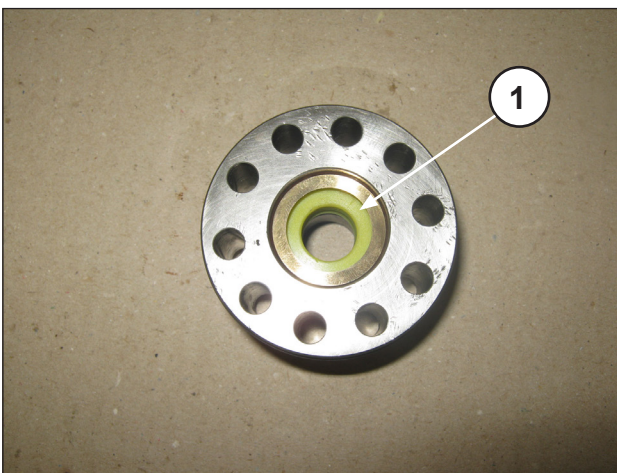
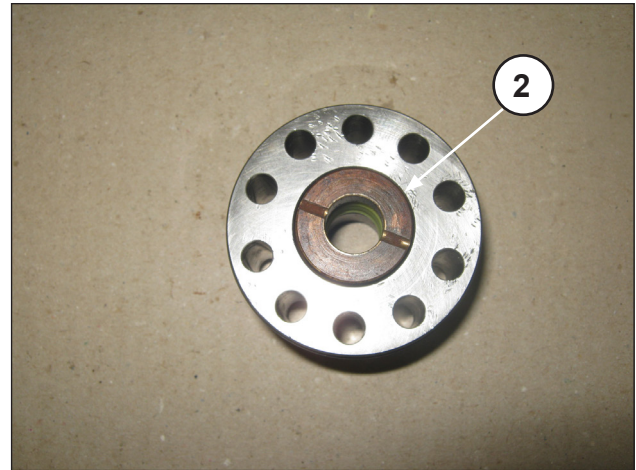
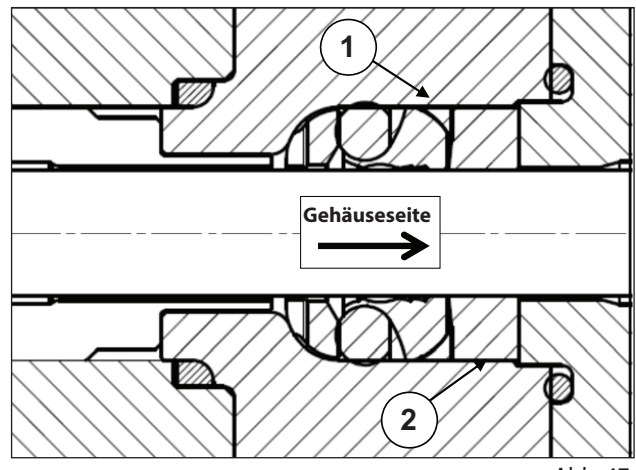

Abb. 45
Abb. 46
Abb. 47
- B) Tragen Sie das Fett so auf den Innendurchmesser auf, dass sämtliche Sicken zwischen den Dichtlippen einwandfrei gefüllt werden, siehe Abb. 45.
- Setzen Sie den Stützring ① und die Dichtungshülse ② wie in Abb. 45, Abb. 46, Abb. 47 gezeigt ein.
Führen Sie die Dichtungshülse ③ mit nach außen gerichteten Aussparungen (zur Gehäuseseite) gemäß Abb. 46 und Abb. 47 ein.